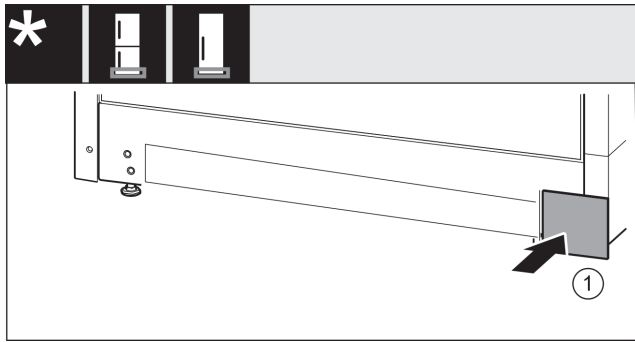

Fig. 27
► Kryt opět nasadte na druhú stranu. Fig. 27 (1)